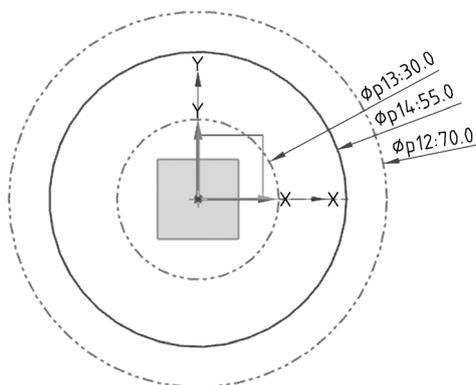

图 1-4-6 绘制同心圆
(2) 绘制同心圆。单击【直接草图】→【圆】命令，绘制三个直径为 30、55 和 70 的圆，并把直径 30 和 70 的圆转换为参考线，如图 1-4-6 所示。